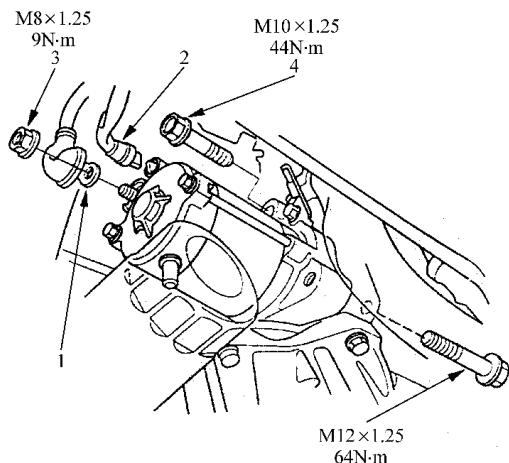

图 9-10 断开电磁线圈端子
- 3) 如图 9-10 所示。断开起动机电缆与电磁线圈上的端子之间的连接，然后断开 S 端子与黑/白导线